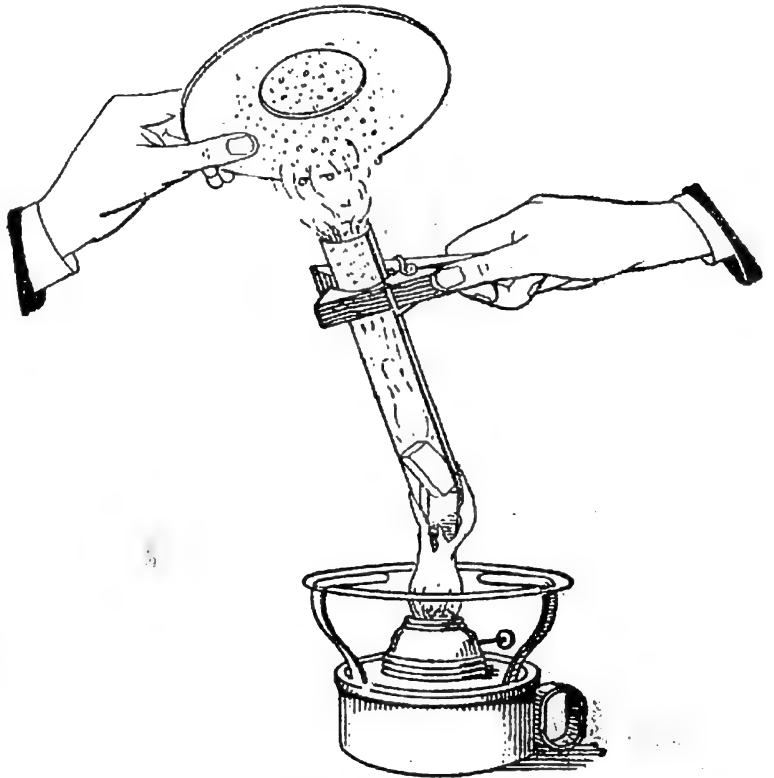

Fig. 4. — Le sucre chauffé fond et il s'en dégage de la vapeur d'eau
**4. Chauffons du sucre.** — Mettons quelques fragments de sucre dans un tube de verre, et chauffons avec précaution au-dessus de la flamme d'une lampe à alcool (*fig. 4*). Le sucre